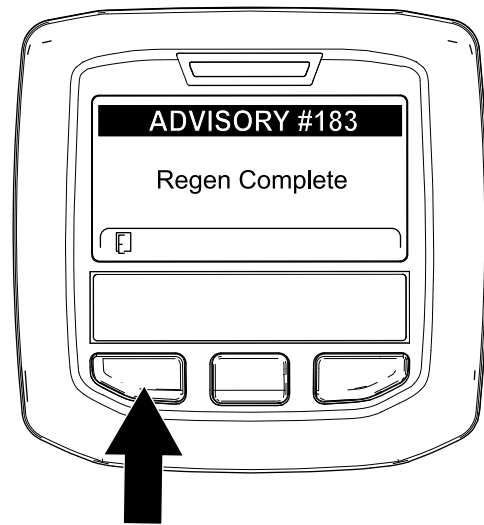

Figura 90
- Cuando el ordenador del motor finaliza una regeneración con la máquina aparcada o una regeneración de recuperación, el InfoCenter muestra ADVISORY #183 (Aviso n.º 183) (Figura 90). Pulse el botón de la izquierda para salir a la pantalla de inicio.
Nota: Si la regeneración no se realiza correctamente, el InfoCenter muestra Advisory #184 (Aviso n.º 184) (Figura 90). Pulse el botón de la izquierda para salir a la pantalla de inicio.